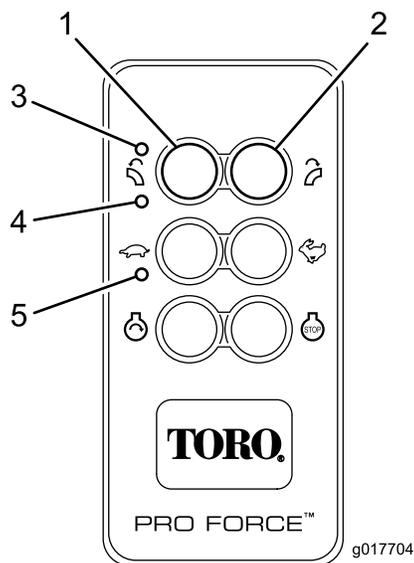

Figure 16
La télécommande est activée (mise sous tension) quand une touche est actionnée. Les diodes d'émission et de réception clignotent pour indiquer que la télécommande est active et communique avec l'unité de base. Pour conserver l'alimentation de la batterie, la télécommande reste active environ (3) secondes avant d'être automatiquement désactivée si aucune touche n'est actionnée durant cette période. Lorsque la temporisation arrive à expiration et que la télécommande est désactivée, toutes les diodes s'éteignent (Figure 16). Appuyez sur une touche pour réactiver la télécommande.